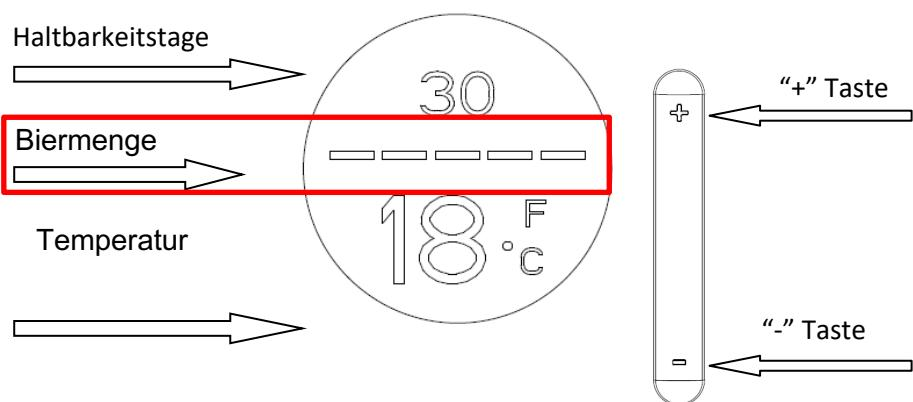

Abbildung 11
- Es wird 19-23 Stunden dauern, um das Bier auf 3-4°C bei 22-24 °C Umgebungstemperatur zu kühlen. Und es kann die Temperatur halten. Wir schlagen jedoch vor, dass Sie Ihr Bierfass zunächst für mindestens 12 Stunden in Ihrem Kühlschrank kühlen, bevor Sie es in den Bierkühler stellen, vor allem, wenn die Umgebungstemperatur höher ist als 25°C. Funktion der Anzeigetafel (siehe Abbildung 11).